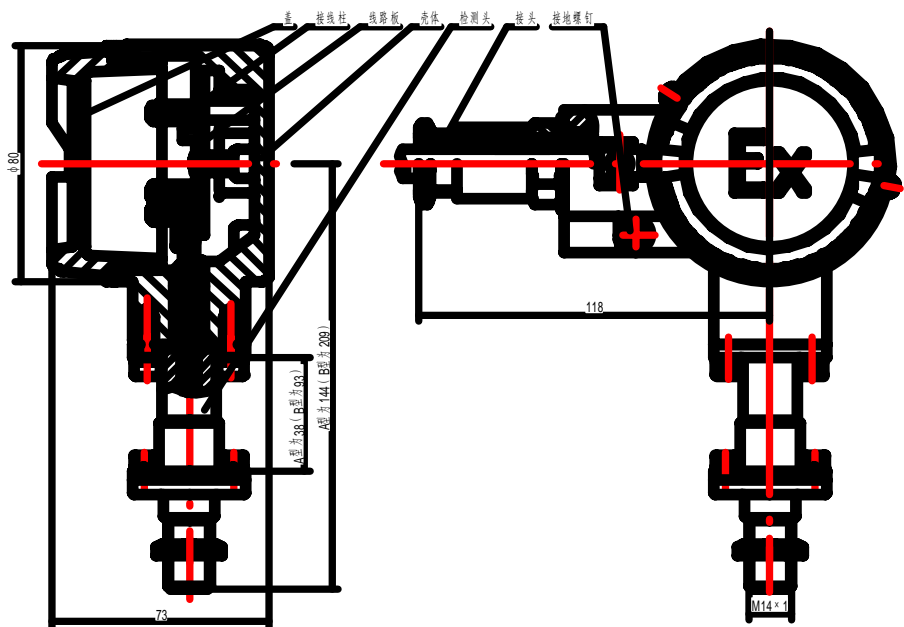

图 1 LWF-11A (B) / P 型 结构图
- (1) LWF-11A (LWF-11A/P) 型 -10~+80℃
- (2) LWF-11B (LWF-11B/P) 型 -20~+120℃
5. 外形尺寸 见图 1
放大器的结构如图 1、表 1 所示。
1. 外形尺寸（参见图 1）。
放大器的安装（参见图 1），由 M14×1 螺纹联接于壳体上。
参见图 1，先松开锁紧装置